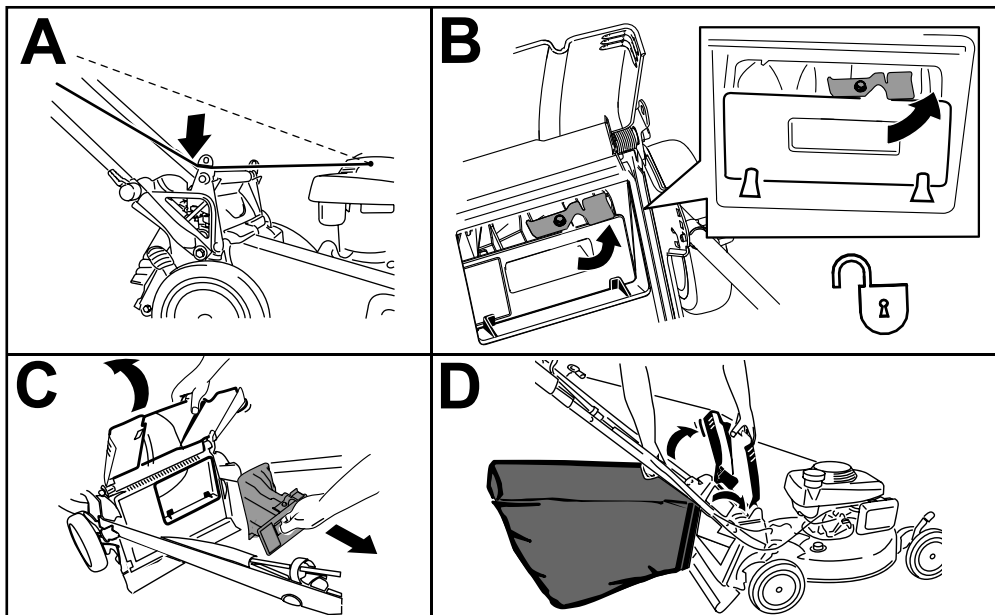

Figura 23
**Nota:** Para desbloquear el tapón trasero, gire la palanca del tapón a la derecha (Figura 23).
1. Pase la cuerda del arrancador alrededor de la guía de cuerda inferior (Figura 23, A).
2. Levante y sujete el deflector trasero y extraiga el tapón trasero (Figura 23, B).
3. Extraiga el tapón trasero (Figura 23, C).
4. Cuelgue el borde superior delantero de la bolsa de los pasadores situados en las muescas de los soportes del manillar (Figura 23, D).